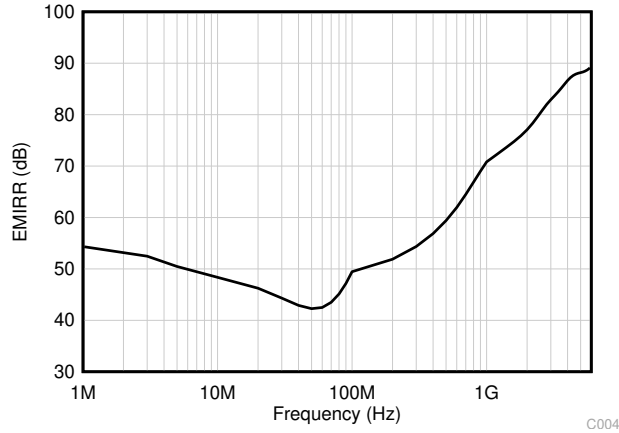

图 7-3. EMIRR 测试
OPAx990 采样集成电磁干扰 (EMI) 滤波来降低无线通信设备、混合使用模拟信号链和数字元件的高密度电路板等干扰源产生的 EMI 效应。利用电路设计技术可以提高 EMI 抗扰度；OPAx990 从这些设计改进中受益。德州仪器 (TI) 已经开发出在 10MHz 至 6GHz 宽频谱范围内准确测量和量化运算放大器抗扰度的功能。图 7-3 展示了对 OPAx990 执行此测试的结果。表 7-1 展示了在实际应用中 OPAx990 在常见特定频率下的 EMIRR IN+ 值。运算放大器的 EMI 抑制比应用报告包含了与运算放大器相关的 EMIRR 性能主题，该报告可在 [www.ti.com](http://www.ti.com) 上下载。